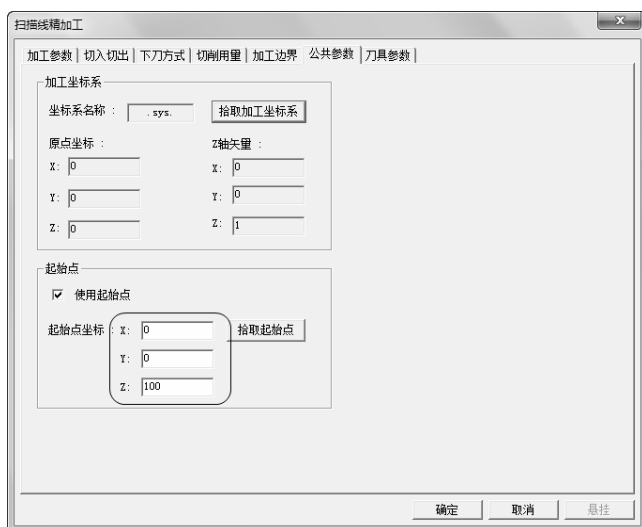

图 3-23 “公共参数”选项卡
6) 单击“公共参数”选项卡，勾选“使用起始点”，具体“起始点坐标”参数数值如图 3-23 所示。